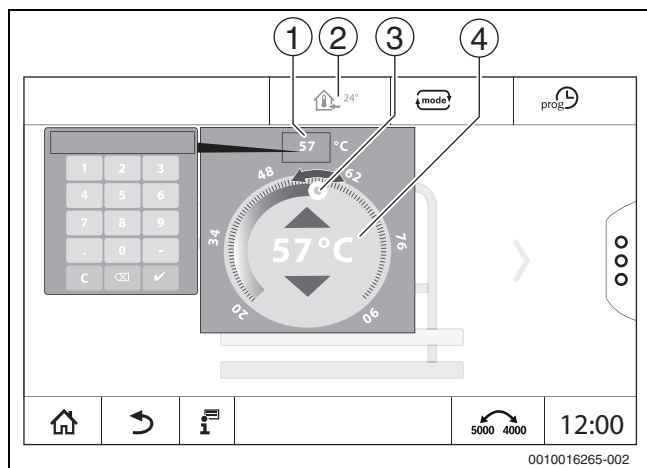

Fig. 22 Setarea temperaturii
- ▶ Atingeți simbolul de temperatură (→ fig. 22, [2]).
- ▶ Apăsăți cursorul circular (→ fig. 22, [3]) și mențineți-l apăsat în timp ce îl deplasați către temperatura dorită. Temperatura este afișată în circuit.
- ▶ Apăsăți afișajul pentru temperatură (→ fig. 22, [1]) și introduceți temperatura cu ajutorul tastaturii numerice care apare.